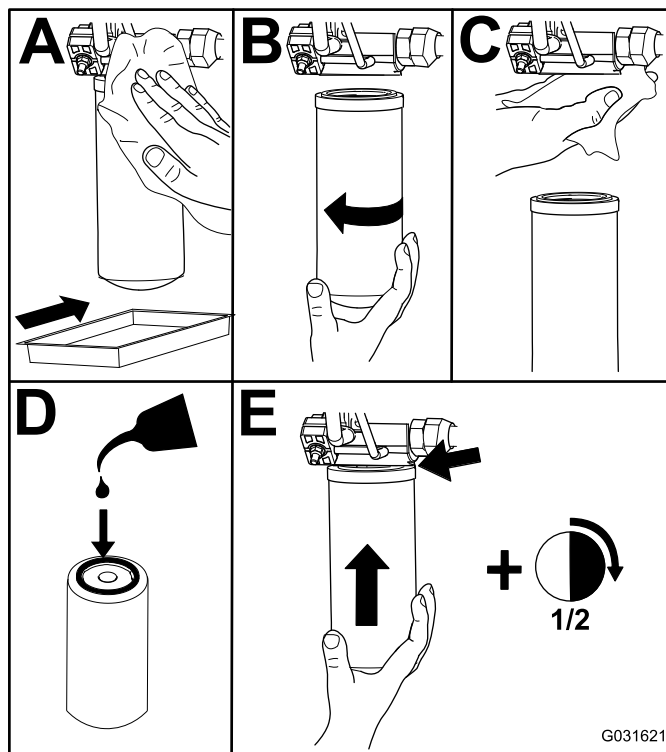

Figura 60
2. Sostituite entrambi i filtri idraulici (**Figura 60**)